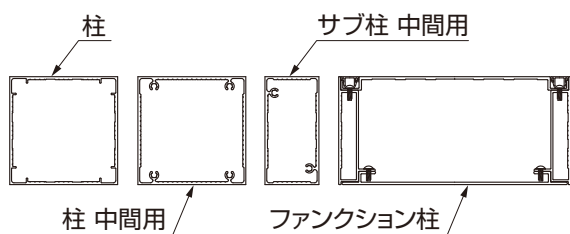

図1-1 柱断面図
- 中間柱には向きがあります。(図1-1参照) 間違えた場合、フレームに接続できません。